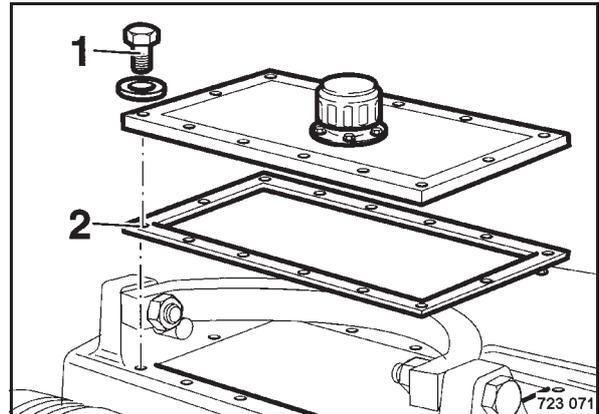

Bild 136
- Befestigungsschrauben (Bild 136) des Wartungsdeckels herausdrehen und Deckel mit Dichtung (2) abnehmen.